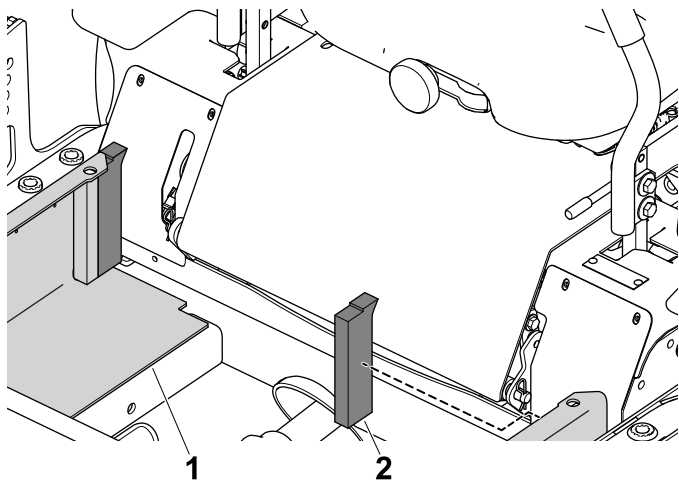

Bild 10
2. Entfernen Sie das Trägermaterial und bringen Sie die Schaumdichtung am Rahmen an (Bild 10).